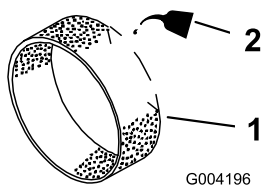

図 45
3. 乾いたらエンジンオイルを 60ccほど含ませる 図 45。